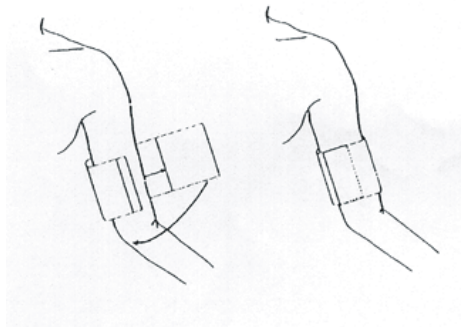

Figure13-1 Aplicando o Manguito
2. Aplique o manguito de pressão sanguínea ao braço do paciente ou perna seguindo as instruções abaixo. (Figure13-1).